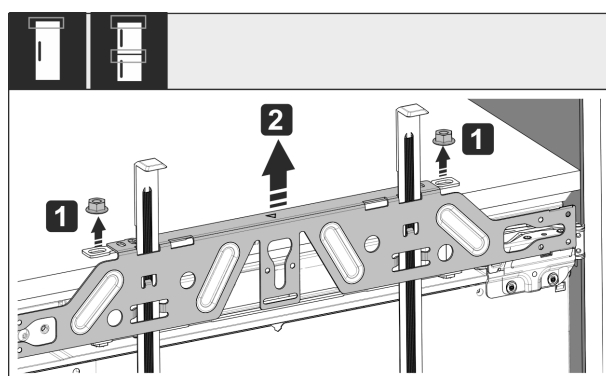

Fig. 49
- Kontermuttern Fig. 49 (1) lösen.
- Befestigungstraverse Fig. 49 (2) abnehmen.